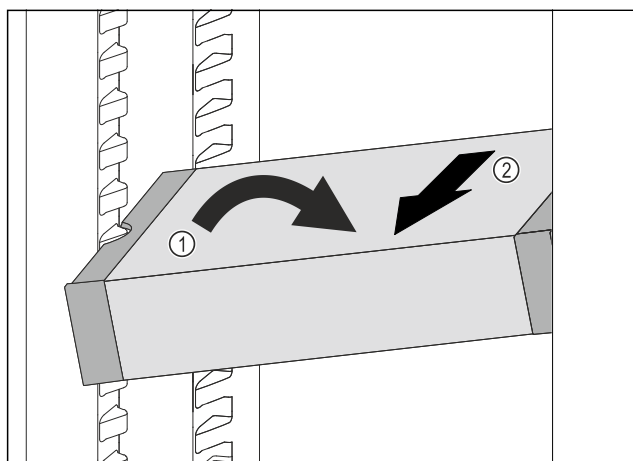

Fig. 206
- Impostare il vano frigorifero di VarioSafe ad angolo. Fig. 206 (1)
- Rimuovere VarioSafe tirando in avanti. Fig. 206 (2)